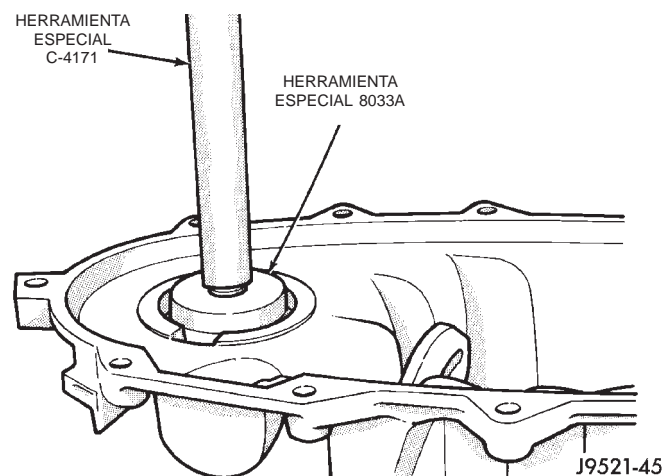

Fig. 49 Instalación del cojinete delantero del eje transmisor delantero
(2) Instale un cojinete delantero nuevo del eje transmisor delantero con el mango C-4171 e instalador 8033A, con el cono ahusado hacia arriba (Fig. 49).